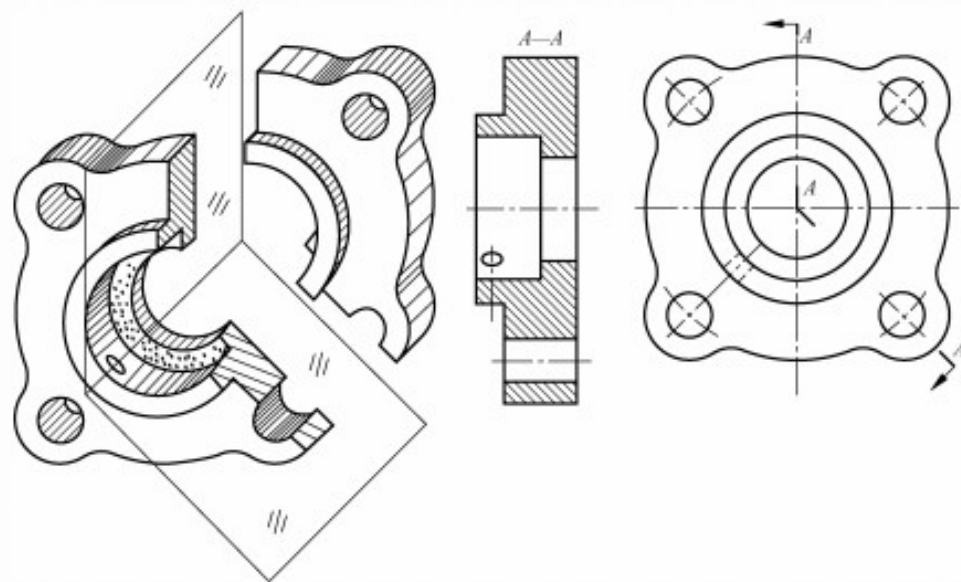

图 4-16 两个相交的剖切平面
(2) 几个相交的剖切面：用几个相交的剖切面（交线垂直于某一基本投影面）剖切机件所得剖视图的情况，如图 4-16 所示。